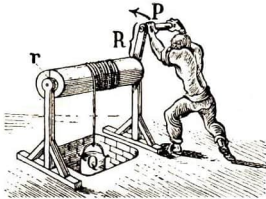

Abb. 89. Erdwinde
1. Das Wellrad (Abb. 89) besteht aus einem Wellbalken, der um seine Längsachse drehbar ist. Um ihn drehen zu können, ist daran eine Kurbel (Hebelstange) befestigt.
Wie groß ist der Multiplikator in Abb. 89 und 90?